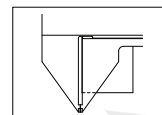

Fig.1
(1) Méthode d'étalonnage de la position '0' de la règle d'épaisseur de dent : essuyez les surfaces de mesure des deux mâchoires de mesure, déplacez le cadre de la règle d'épaisseur de dent pour que les deux surfaces de mesure entrent en contact, comme illustré à la figure 1. Une fois le contact stabilisé, la ligne gravée '0' sur le corps de la règle à vernier doit coïncider avec la ligne gravée '0' sur le corps de la règle ; la ligne gravée à l'extrémité du vernier doit coïncider avec la ligne gravée correspondante sur le corps de la règle.